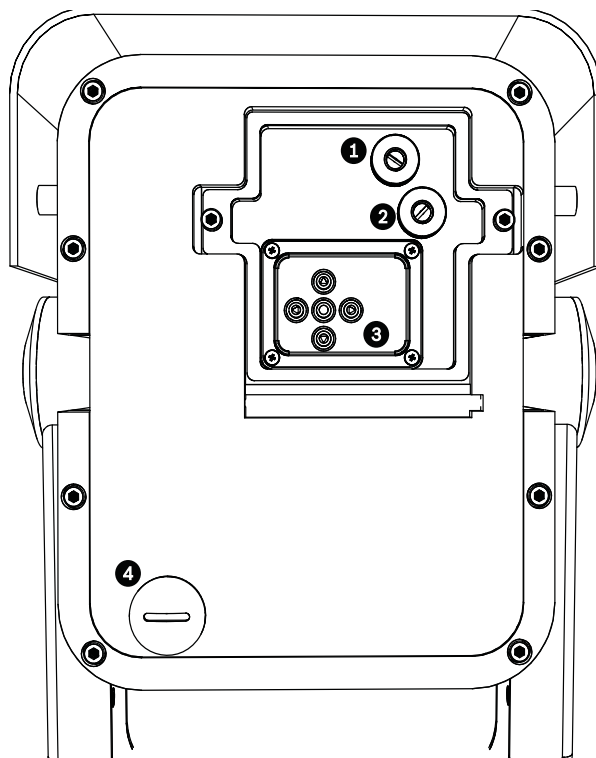

Рисунок 6.2 Камера и светодиоды
3. Откройте панель доступа. Теперь можно настроить фокусировку объектива, фокусное расстояние и наклон светодиодов (см. *Рисунок 6.2* ниже).
- Верхний установочный винт (*Рисунок 6.2*, поз. 1) используется для регулировки фокусировки изображения.
- Нижний установочный винт (*Рисунок 6.2*, поз. 2) используется для регулировки фокусного расстояния (узкий или широкий).